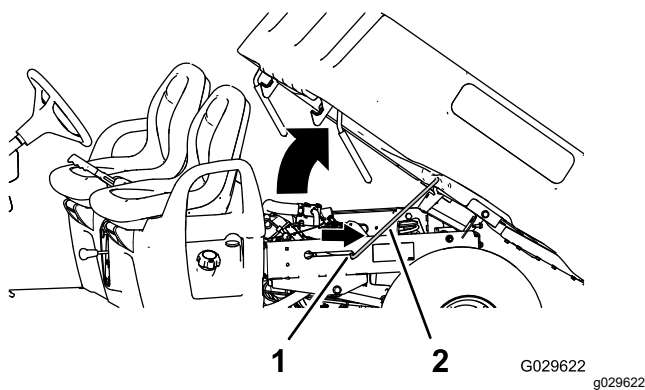

図 14
2. プロップロッドを固定スロットにはめ込んで荷台を固定する 図 14。
2. 荷台の底部のスロットにはめ込んであった支え棒を外す 図 14。
3. ラッチが確実にかかるまで荷台を降ろす 図 14。